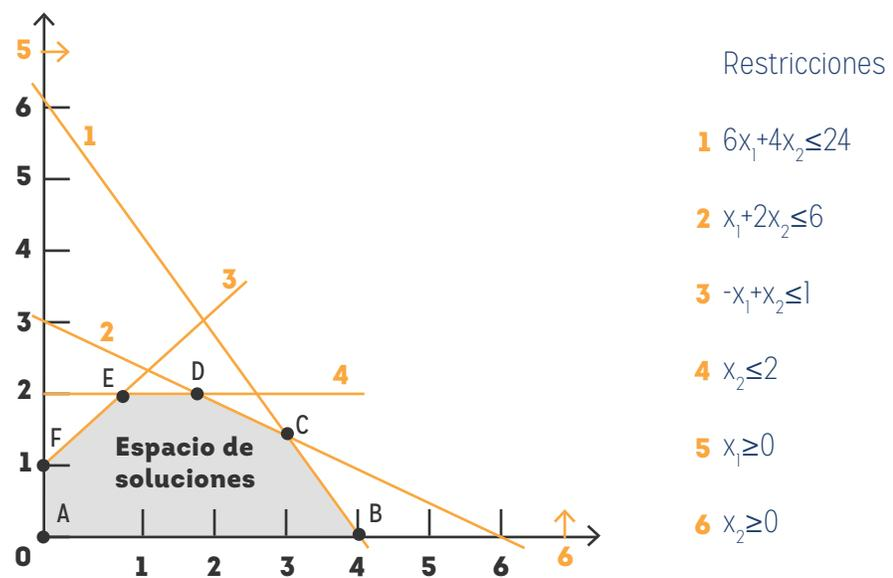

FIGURA 1.1 Espacio factible del modelo de Pintatodo S.A. Adaptado de Taha, H. (2012). Investigación de operaciones. México: Pearson.
Antes que nada, recuerde las restricciones de no negatividad $x_1 \geq 0$ y $x_2 \geq 0$. En la figura 1.1, el eje horizontal x_1 y el eje vertical x_2 representan las variables de pintura para exteriores e interiores, respectivamente.
De este modo, la línea $6x_1 + 4x_2 = 24$ que pasa por los puntos $(0,6)$ y $(4,0)$ es la línea (1) que se muestra en la Figura 1.1.
A continuación, consideramos el efecto de la desigualdad que divide el plano (x_1, x_2) en dos semiplanos, uno a cada lado de la línea trazada. Solo una de estas dos mitades satisface la desigualdad. Para determinar el lado correcto seleccionamos $(0,0)$ como punto de referencia. Si $(0,0)$ satisface la desigualdad, entonces el lado en que está es el semiplano factible; de lo contrario, es el otro lado. El uso del punto de referencia $(0,0)$ se ilustra con la restricción $6x_1 + 4x_2 \leq 24$. Como $6 \times 0 + 4 \times 0 = 0$ es menor que 24, el semiplano que representa la desigualdad (1) incluye el origen (lo que se indica con la dirección de la flecha en la Figura 1.1).
Así que, la línea $x_1 + 2x_2 = 6$ que pasa por los puntos $(0,3)$ y $(6,0)$ es la línea (2) que se muestra en la Figura 1.1.
Así que, la línea $x_2 - x_1 = 1$ que pasa por los puntos $(0, 1)$ es la línea (3) que se muestra en la figura 1.1.
El espacio de soluciones factibles es el área en el primer cuadrante que satisface todas las restricciones al mismo tiempo. En la figura 1.1 todos los puntos en o sobre el límite del área ABCDEF definen el espacio de soluciones factibles. Todos los puntos fuera de esta área son no factibles.
La cantidad de puntos de solución en el espacio factible ABCDEF de la figura 1.1 es infinita. En consecuencia, se requiere un procedimiento sistemático para determinar la solución óptima.